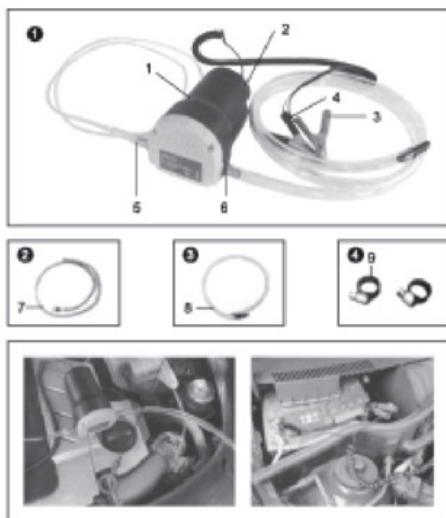

Рис.1
1. Насос (Рис.1);
2. Кнопка включения/выключения (Рис.1);
3. Положительный зажим (красный) (Рис.1);
4. Отрицательный зажим (черный) (Рис.1);
5. Гнездо всасывающей трубки (Рис.1);
6. Гнездо сливной трубки (Рис.1);